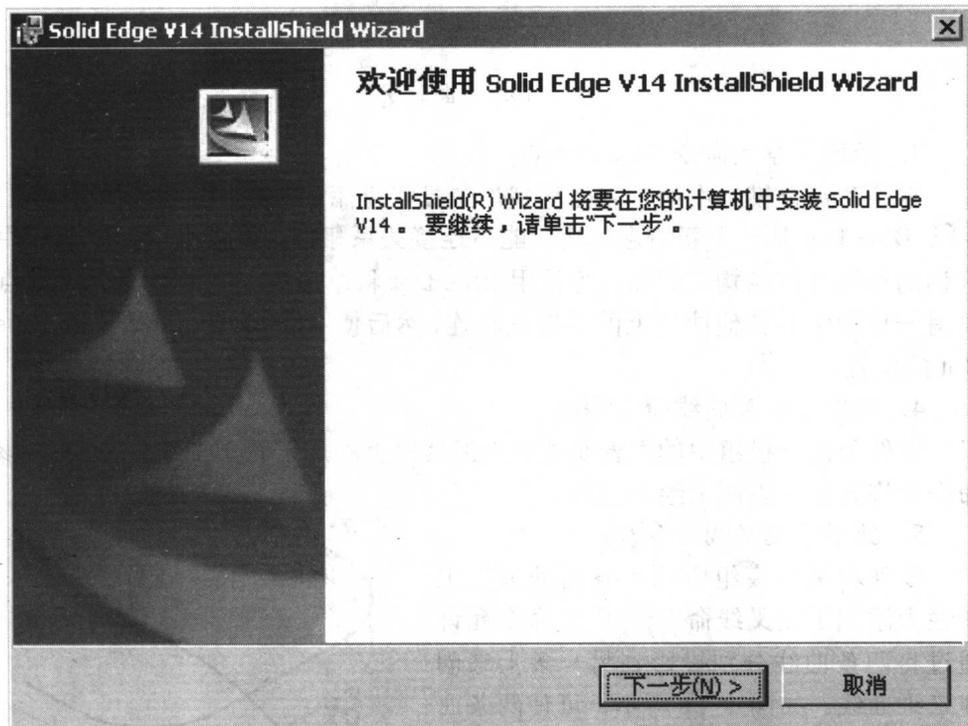

图 1-12 欢迎使用对话框
- 2) 出现如图 1-12 所示的欢迎使用对话框。单击“下一步”按钮。